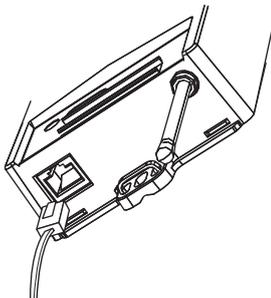
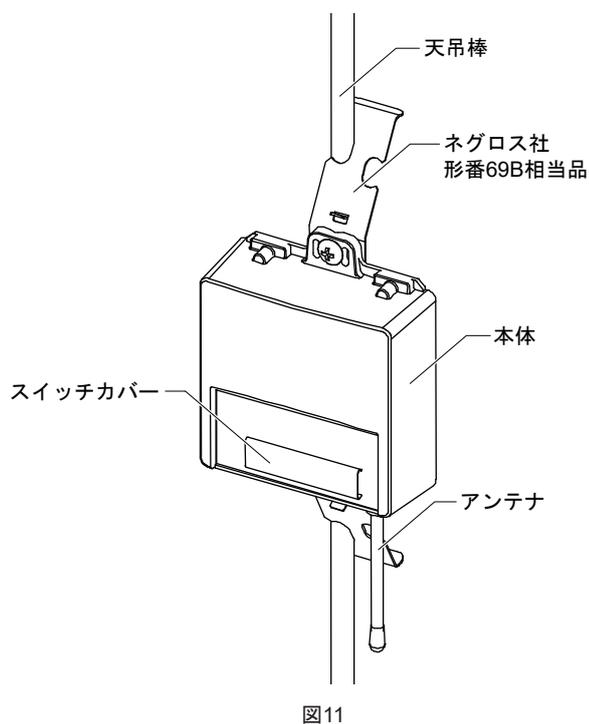

図8 コネクタ付きケーブル差込口
図11
(2) 天吊棒に金具取付 (図11参照)
- ① スイッチカバーを手前に引っ張って外し、周波数チャンネルとグループアドレスおよびUTアドレスを設定します。設定が終わったら、スイッチカバーを取り付けます(「設定作業」の項参照)。
- ② 天吊棒にネグロス社 形番69B相当品(別途手配品) 2個を5~10mm程度の間隔を空けて、はめ込み、固定します。
- ③ 形番69B金具に付属されているM5ねじで、本体と形番69B相当品を固定します。
- ④ コネクタ付きケーブル(形番940-SP-3088R)を本体の差込口に差し込み(図8参照)、反対側をコントローラのUSER I/Fコネクタに接続します。コネクタ付きケーブルの長さは最長50mです。
- ③ コネクタ付きケーブル(形番940-SP-3088R)を本体の差込口に差し込み(図8参照)、コントローラのUSER I/Fコネクタに接続します。コネクタ付きケーブルの長さは最長50mです。